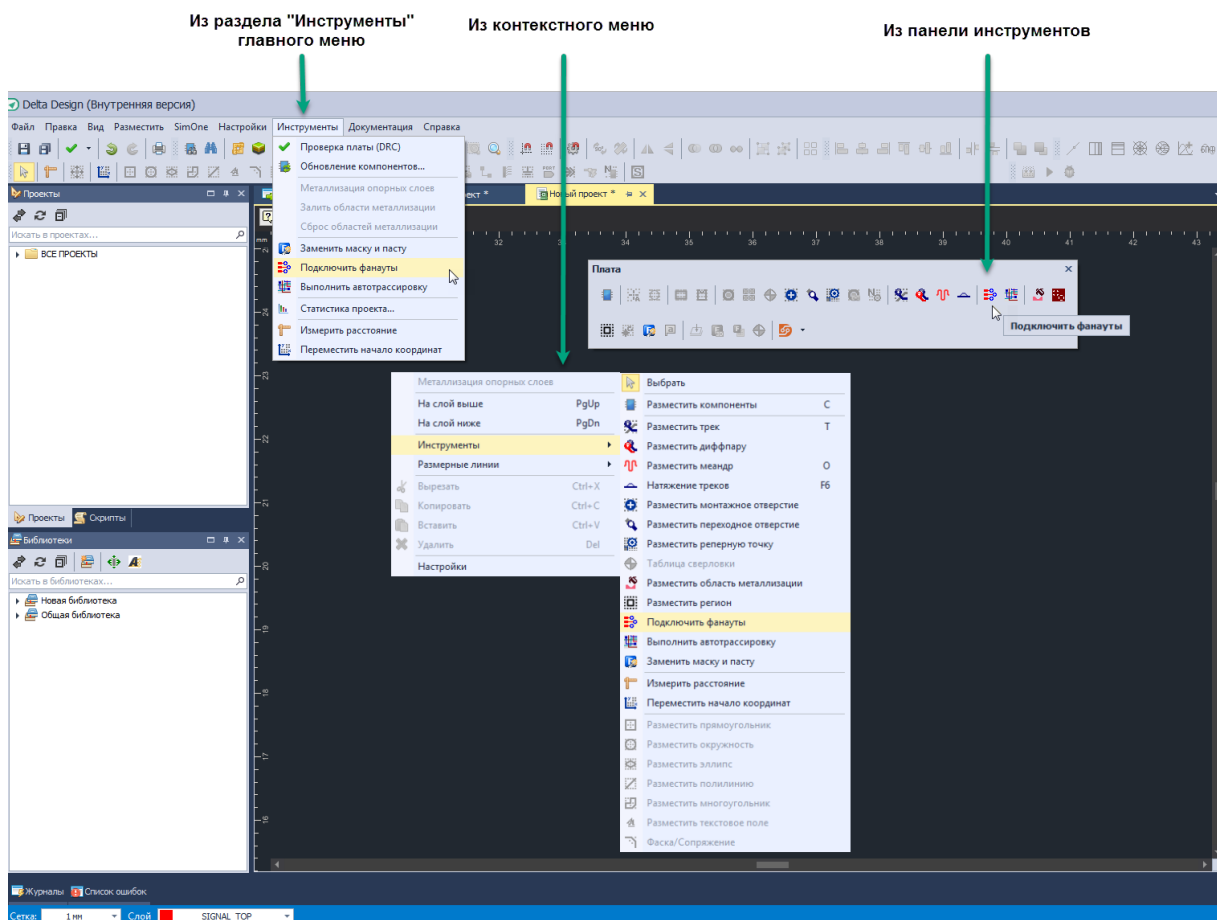

Рис. 265 Вызов инструмента «Подключить фанатуы»
2. Вызвать контекстное меню и выбрать пункт «Инструменты»→«Подключить фанатуы». Аналогичный результат можно получить, воспользовавшись кнопкой «Подключить фанатуы», расположенной на панели инструментов «Плата», либо вызвать данную функцию в разделе «Инструменты» главного меню, см. Рис. 265.